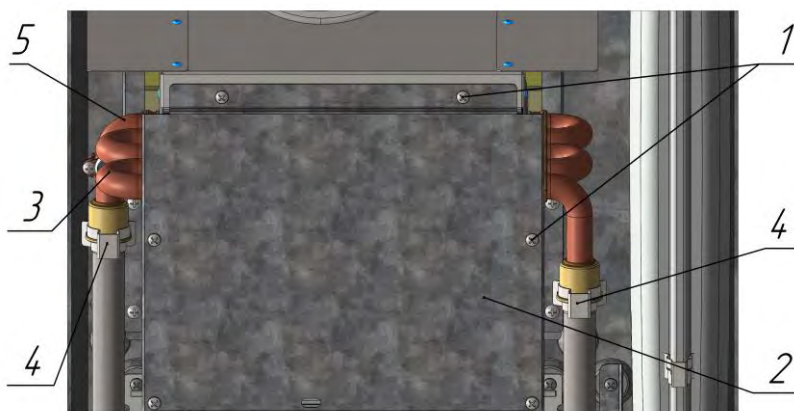

Рис. 10 Демонтаж теплообменника
- отвернуть шесть саморезов (1), см. рисунок 10, снять стенку (2) вместе с теплоизоляцией;
- отсоединить провода от термореле (3) и открутив 2 самореза, снять термореле с площадки теплообменника;
- снять две клипсы (4) крепления труб к теплообменнику (5);